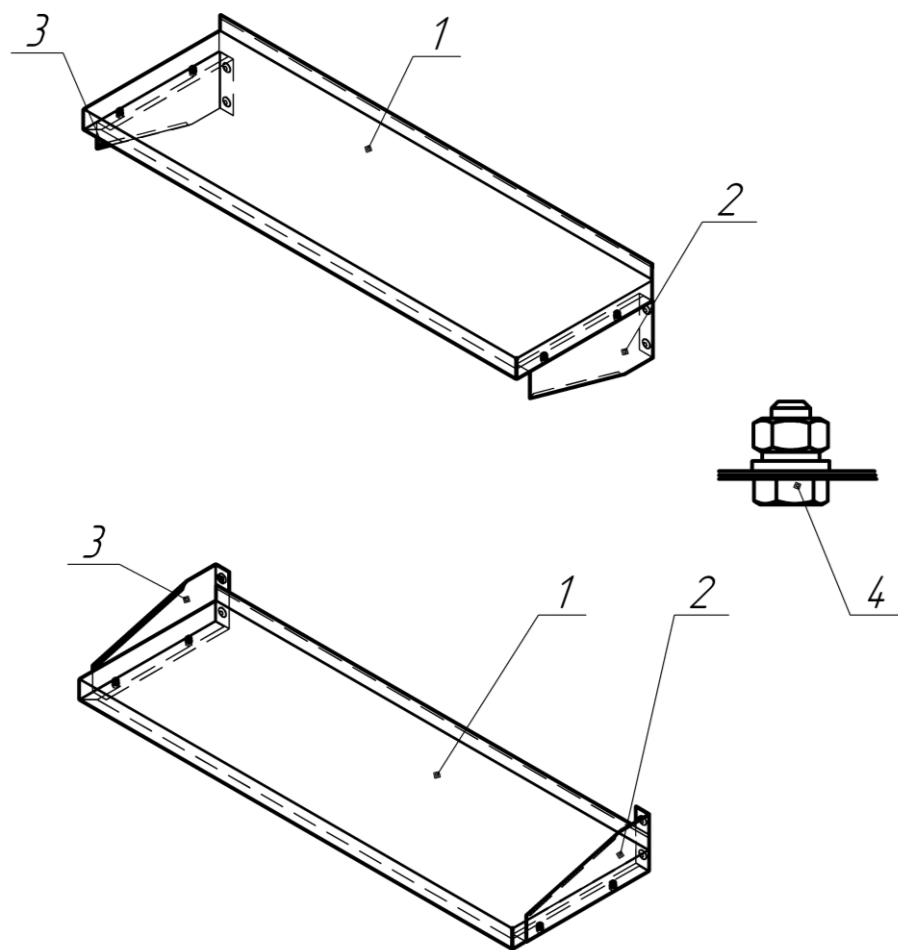

Рис.1
- 7.2 Болтовыми соединениями поз.4 закрепить кронштейны поз.2 и 3 к полке поз.1 (см. рис.1).